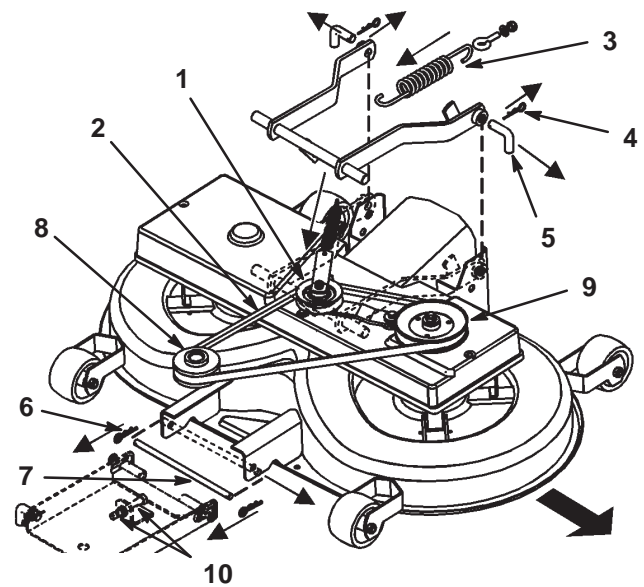

Bild 42
3. Ziehen Sie den Antriebsarm nach innen. Entfernen Sie den Keilriemen von der Scheibe (Bild 42).
4. Nehmen Sie die Feder vom Schalthebel ab (Bild 42).
6. Entfernen Sie die Splintclips von den zwei hinteren Stiften und nehmen Sie die Stifte ab (Bild 42). Für das Entfernen des zweiten Stifts benötigen Sie ggf. eine Zange.
7. Entfernen Sie den Splintclip vom vorderen Stift und nehmen Sie den Stift ab (Bild 42).
8. Entfernen Sie den Keilriemen von der Motorscheibe (Bild 42).
2. Entfernen Sie die Keilriemenscheibe und den Antriebsarm (Bild 42).
2. Drehen Sie den unteren Stift der Einstellung für die vordere Aufhängung in die untere Stellung der geschlitzten Löcher. Stellen Sie hierfür die 2 Muttern (M12) an der vorderen Aufhängung ein (Bild 42).